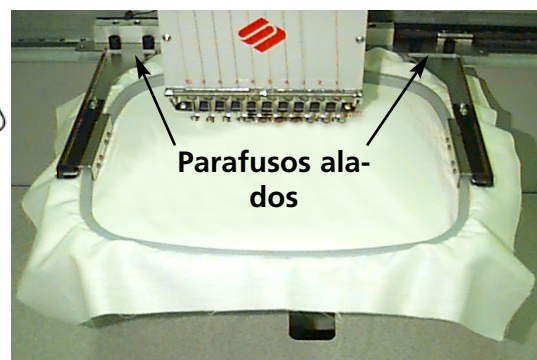

Figura 2-10
2. Retirar os braços de suporte do bastidor tubular da parte da frente do carro X. Retirar os dois parafusos alados que seguram cada braço de suporte (Figura 2-10).